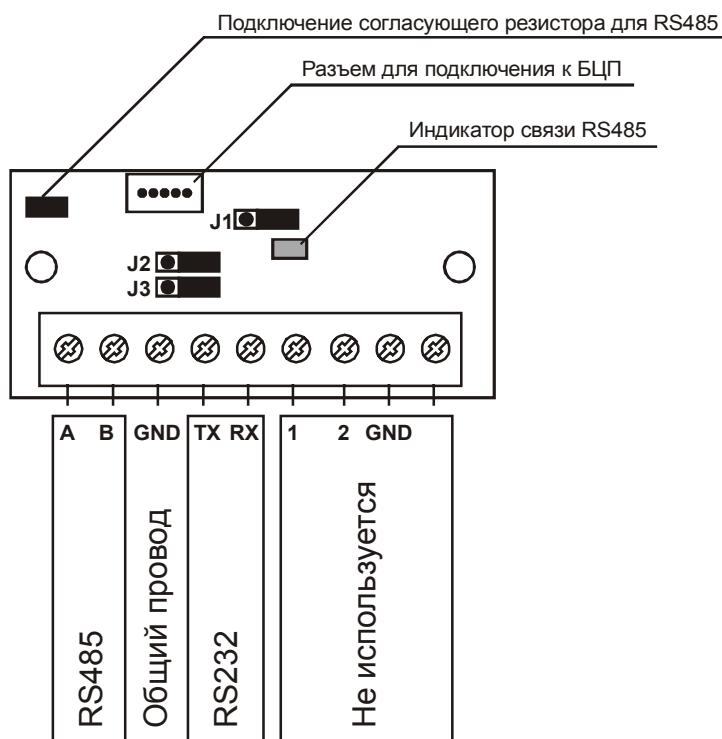

Рис. 22 Внешний вид БИ-01
БИ-01 представляет из себя плату, предназначенную для установки внутри корп-пуша БЦП (Рис. 22).
- Если БЦП является последним устройством в линии связи, установить перемычку, подключающую согласующий резистор (Рис. 22)